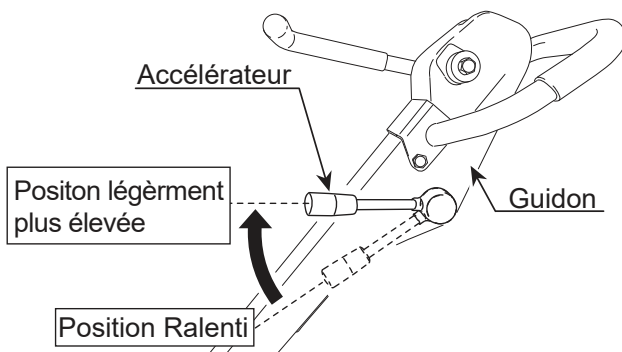

Figure 13. ACCÉLÉRATEUR (position légèrement plus élevée)
2. Monter *légèrement* l'accélérateur (Figure 13).